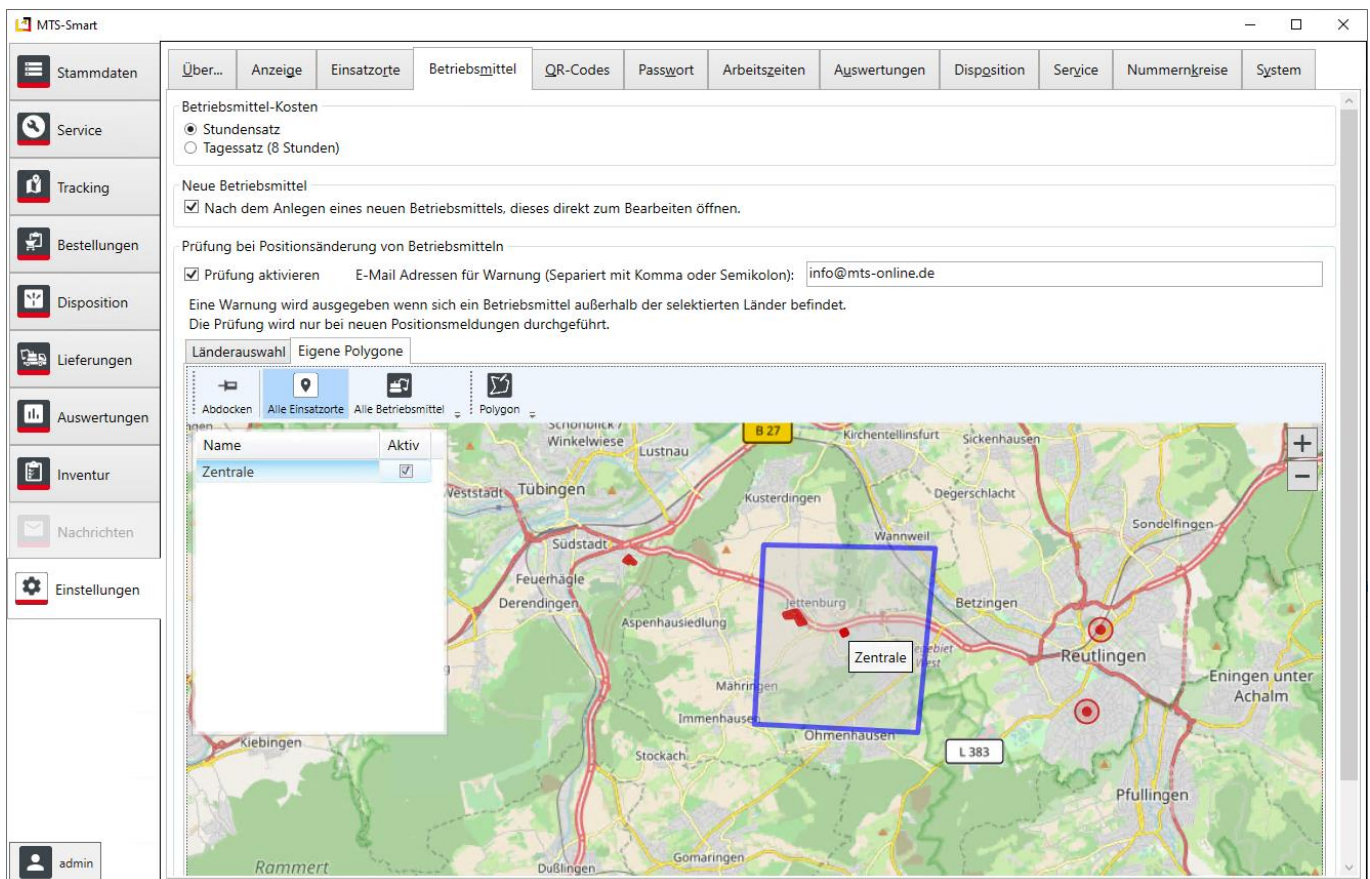

Abbildung 93: Das Untermenü Einstellungen Betriebsmittel – Eigene Polygone definieren
- Im Reiter **Eigene Polygone** können Sie Geofences selbst definieren, s. Abbildung 93.